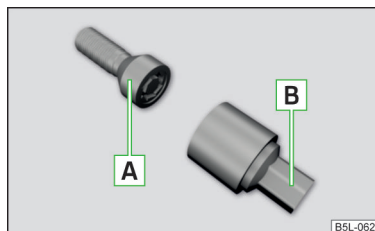

Fig. 173
Șuruburile de roată antifurt protejează roțile față de un furt. Acestea pot fi **slăbite/strânse** numai cu adaptorul **B** » fig. 173.
- Introduceți adaptorul **B** » fig. 173 în șurubul de roată antifurt **A**, până la capăt.
- Introduceți cheia de roți pe șurub până la capăt. Utilizați pentru șuruburile de roată antifurt adaptorul corespunzător » fig. 173 la pagina 164.